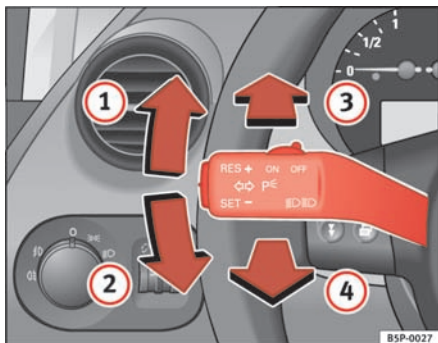

Fig. 77 Blink- og fjernlysarm
- Skub armen helt op ⇒ fig. 77 ① for at blinke mod højre og helt ned ② for at blinke mod venstre.
- Skub armen fremad ⇒ fig. 77 ③ for at tænde fjernlyset.